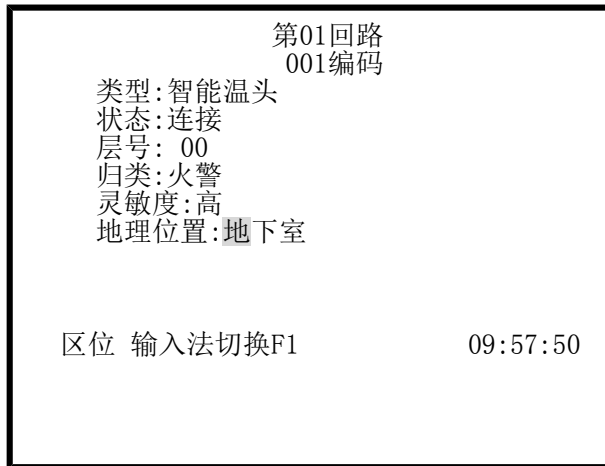

图18
- 将光标移动到“地理位置”栏，按“F2”键进入编程界面，如图18，按“F1”键切换国际标准“区位”码或“英数”输入法，进行地理位置的描述，当描述完毕后按“确定”键存储，若不保存直接按“退出”键，每条位置描述最多为12个汉字；